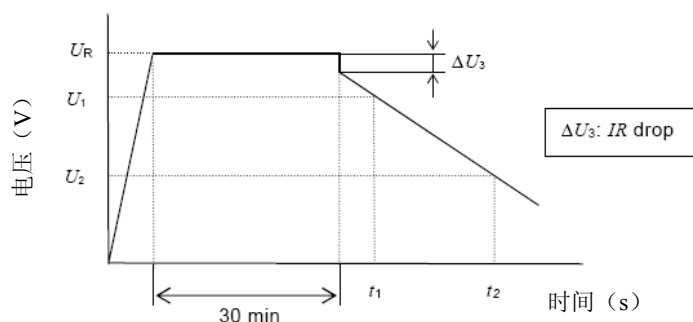

图2 电容器的端电压特性
(3) 测量方法measuring method
- ⊙ 测量电容器两端电压从U₁到U₂的时间t₁和t₂，如图2所示，根据下列等式计算电容量值：